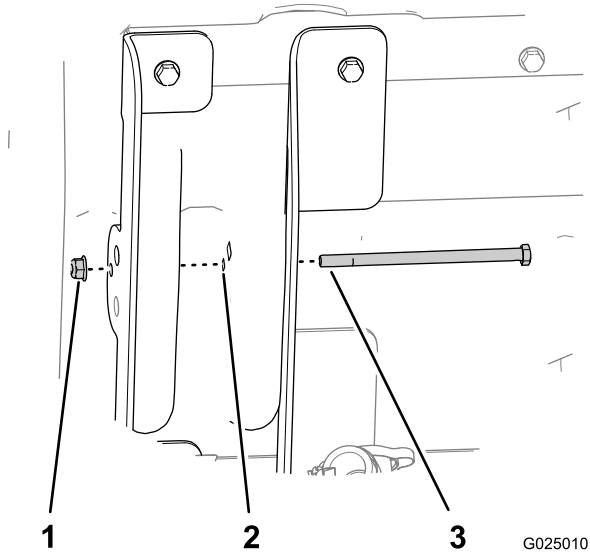

Figura 6
6. Inserite il bullone a testa esagonale (5/16 x 5-1/2 poll.) nel foro piccolo nella staffa del pianale interna (flange lunghe), nella struttura del pianale e nella staffa del pianale esterna del pianale (flange corte) come mostrato in Figura 6.
7. Serrate manualmente il bullone con un dado flangiato (5/16 poll.) (Figura 6).
- Serrate saldamente il dado flangiato che fissa il bullone (5/16 poll.) (Figura 6).